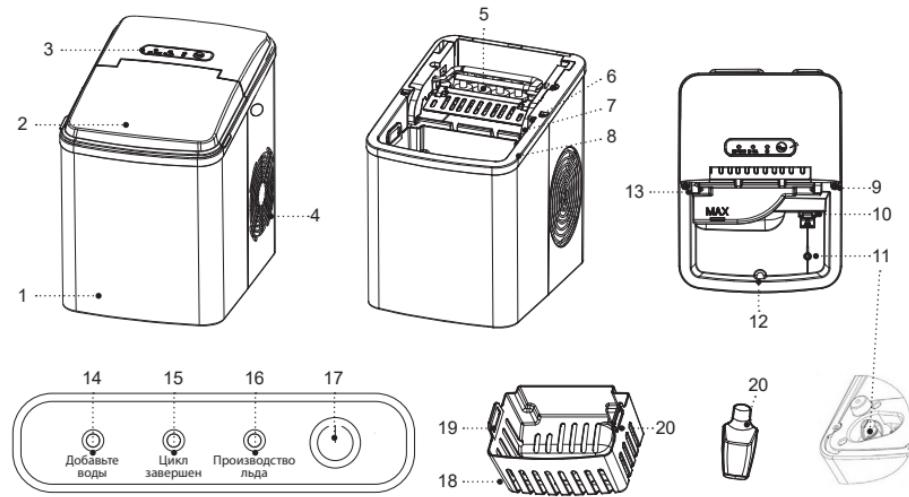
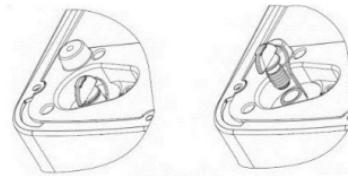

Рис. 1
Рис. 3
darunter und ziehen Sie den Abflusstopfen (11) heraus (Abb. 3).
- Öffnen Sie den Deckel (2) des Eiserzeugers und nehmen Sie den Eisbehälter (18) heraus, indem Sie die Griffe (19) verwenden.
**Achtung! Reinigen Sie den Verdampfer (5) nicht, um Beschädigungen zu vermeiden.**
- Setzen Sie den Abflusstopfen (11) wieder ein (Abb. 1).
- Waschen Sie den Eisbehälter (18) und die Eisschaufel (20) mit warmem Wasser und einem milden Reinigungsmittel, spülen Sie sie ab und trocknen Sie sie.
- Wenn die Infrarotdiode (9) und der Fotoempfänger (13) verschmutzt sind, wischen Sie sie mit einem trockenen Tuch ab.
- Achten Sie auf Reinlichkeit des Lüftungsgitters (4), für dessen Reinigung können Sie einen Staubsauger mit einem geeigneten Aufsatz verwenden.
- Wischen Sie das Gehäuse des Eiserzeugers (1) mit einem feuchten Tuch ab und wischen Sie es anschließend trocken. Verwenden Sie bei Bedarf ein mildes Reinigungsmittel.
- Gehäuse (1) des Eiserzeugers gelangt.
- Корпус льдогенератора (1) и внутреннюю поверхность, протрите влажной тканью, после этого протрите насухо.
- Откройте крышку (2), выньте корзину для льда (18) взвившись за ручки (19), промойте корзину для льда (18) и совок для льда (20), тёплой водой с нейтральным моющим средством, ополосните и просушите.
- Убедитесь, в том, что сливная пробка (11) установлена на место (рис. 1).